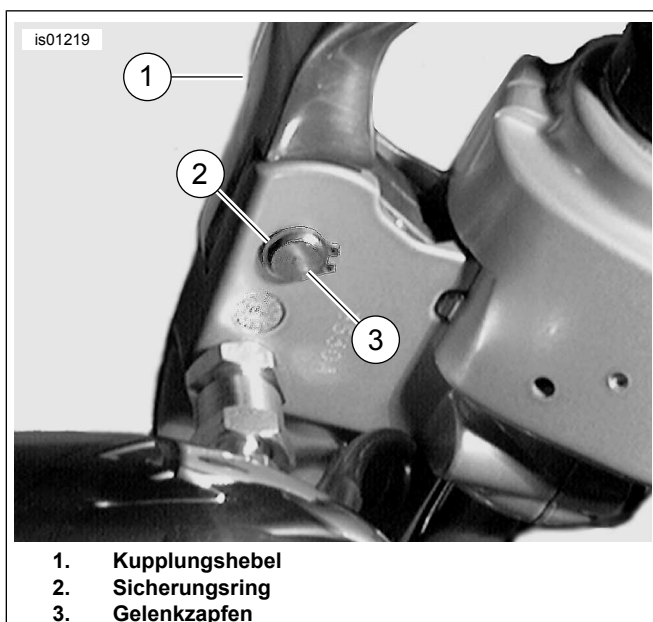

Abbildung 2. Kupplungshebel entfernen
- Siehe Abbildung 2. Den Sicherungsring (2) aus der Nut im Gelenkzapfen (3) der Kupplung entfernen und entsorgen.
- Siehe Abbildung 2. Die Blinker-Sicherungsmutter unter der Bremshebel/Hauptbremszylinder-Baugruppe festhalten, und den Spiegel abschrauben (gegen den Uhrzeigersinn). Spiegel- und Blinker-Baugruppe entfernen. Spiegel und Unterlegscheiben zum Einbau aufbewahren. Einen Kabelbinder oder ein anderes Werkzeug zum Befestigen der Blinker-Baugruppe verwenden, damit sie nicht im Weg ist.